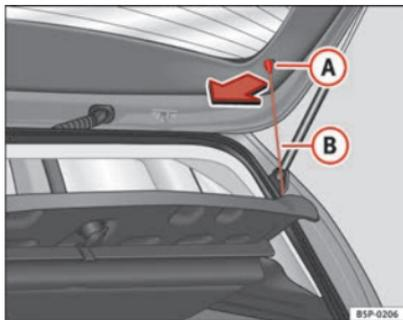

Fig. 123 Chapeleira porta-objectos
- Desengatar os tirantes ⇒ Fig. 123 (B) dos alojamentos (A).